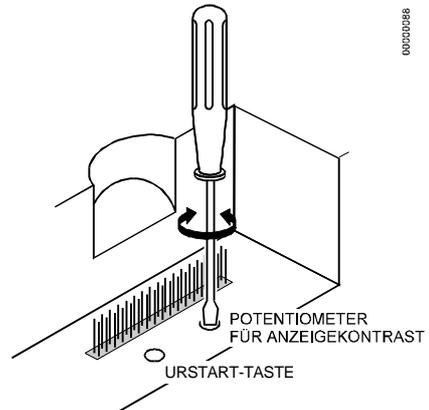

Abb. 41 Einstellung des Anzeigekontrasts
3. Stellen Sie den Anzeigekontrast mit einem Schraubendreher mit flacher Klinge oder einem Kreuzschlitzschraubendreher ein, wie in Abb. 41 gezeigt.